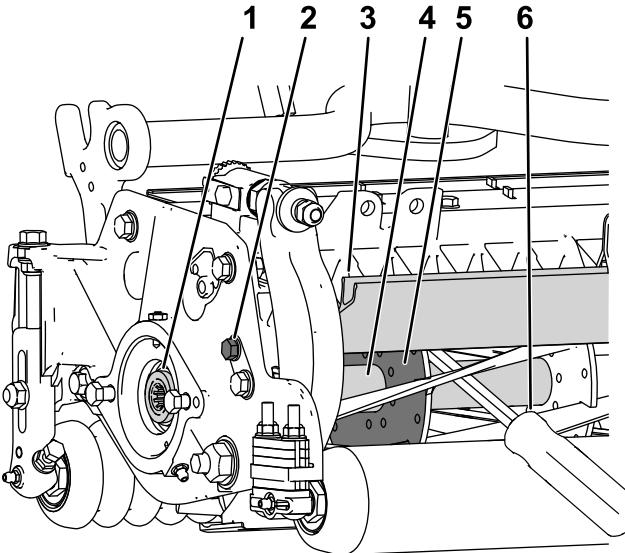

Figura 31
1. Afloje el perno del deflector a la izquierda de la unidad de corte y eleve el deflector trasero (Figura 31).
2. Inserte una palanca de mango largo (se recomienda de 3/8" x 12" con mango de destornillador) por la parte trasera del molinete de corte, lo más cerca del lateral de la unidad de corte que va a apretar (Figura 31).
3. Coloque la palanca contra la parte soldada de la placa de soporte del molinete (Figura 31).